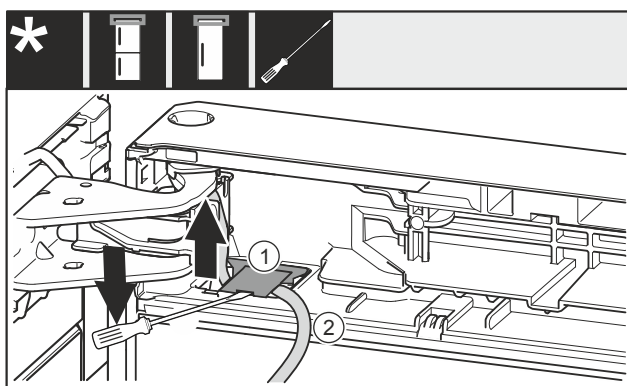

Fig. 25
► Plochým šroubovákem nadzvedněte kryt Fig. 25 (1) a zvedněte jej.
► Vytáhněte kabel Fig. 25 (2).